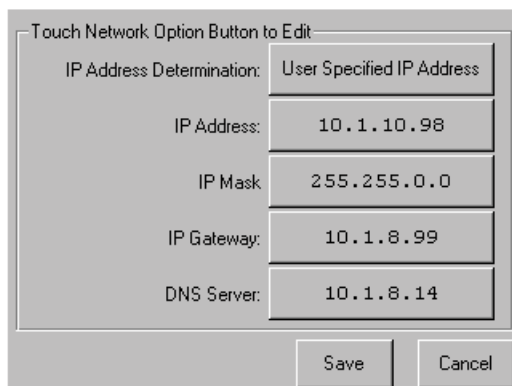

図3-12: [IP Address Determination]画面
1. メニュー画面の[Edit Options]エリアにある[Network]に触れます。[IP Address Determination]画面が表示されます（図3-12を参照）。
2. [IP Address Determination]オプション（図3-12を参照）に触れてから、[User Specified IP Address]オプションに触れます（図3-13を参照）。